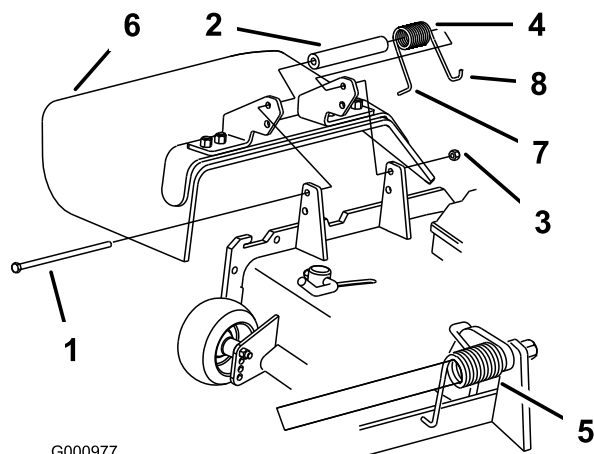

Figura 36
1. Togliete il dado di bloccaggio, il bullone, la molla e il distanziale che fissano il deflettore alle staffe orientabili del tosaerba (Figura 36). Togliete il deflettore di sfalcio se è danneggiato o consumato.
- Nota:** Verificate che l'estremità **L** della molla si trovi dietro il bordo del piatto di taglio prima di montare il bullone, come illustrato nella Figura 36.
3. Montate il bullone e il dado. Infilate l'estremità a gancio **J** della molla attorno al deflettore di sfalcio (Figura 36).